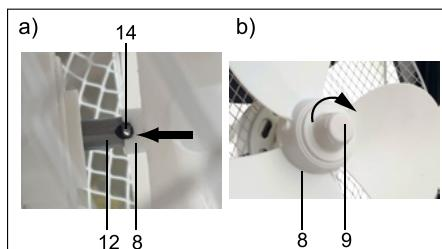
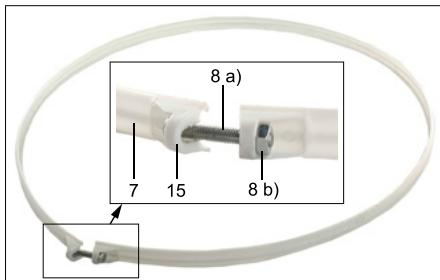

Fig.38: Montaggio rotore
Fig.39: Montaggio nastro di fissaggio
4. Inserire la griglia di protezione posteriore (4) sull'asse (12) e sui perni di centraggio (13) del blocco motore. Vedere Fig. 38 a).
5. Inserire il dado esagonale (5) sull'asse davanti alla griglia di protezione posteriore e serrare in senso orario. Vedere Fig. 38 b).
6. Applicare quindi il rotore (8) sull'asse motore (12).
L'asse trasversale piccolo (14) all'estremità dell'asse motore deve trovarsi nell'incavo dell'attacco del rotore. Vedere Fig. 39 a).
7. Inserire il dado (9) sul rotore (8).
8. Serrare in senso orario, Fig. 39 b)